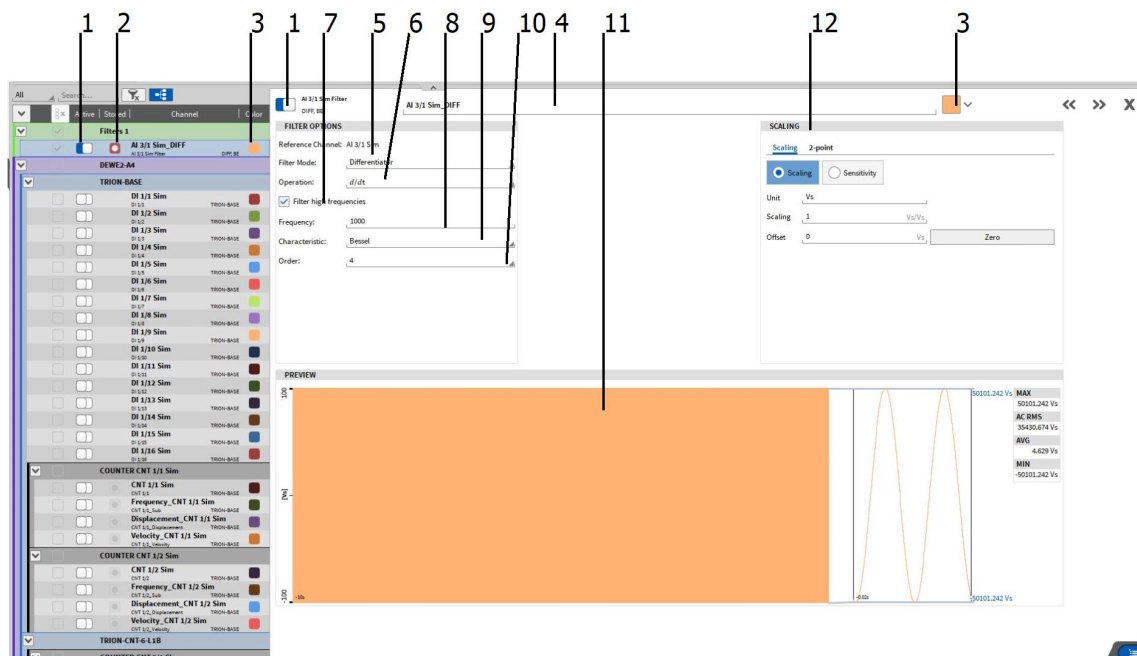

Abb. 7.96: Filterkanaleinstellungen – Übersicht
- Durch Drücken von Enter, werden die Filterkanäle in der Kanalliste erstellt. Die definierten Kanalparameter können auch im Nachhinein in den Kanaleinstellungen geändert werden (siehe A Abb. 7.96).